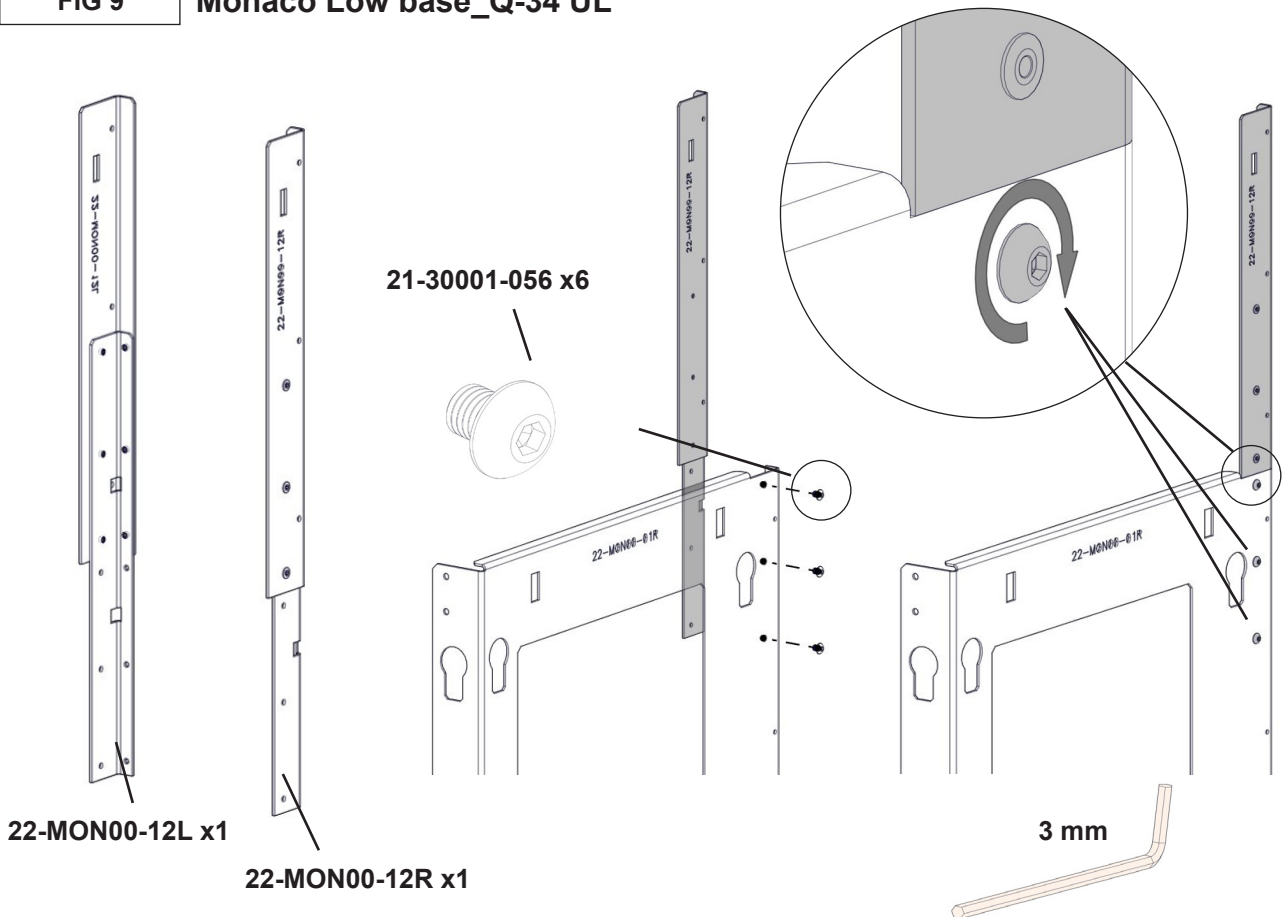

FIG 9b
NB! A. Avstand mellom sideplater kan justeres med å løsne og feste skruer vist i FIG 11-12. B. Platene kan finjusteres vertikalt med å løsne og feste skruer se FIG. 9b og 10 skru B på FIG 12 og ved å endre høyde på stål rammens føtter – Fig 9b.
B. Vertical position of plates can be changed by loosening and tightening screws shown on FIG 9b-10, screw B on FIG 12 and by changing height of skeleton feet - FIG 9b.
Obs! A. Avståndet mellan sidoplattorna kan finjusteras genom lossning och åtdragning av skruvarna, se fig. 11 till 12. B. Plattornas vertikalläge kan finjusteras genom lossning och åtdragning av skruvarna, se fig. 9b och 10, skruv B i fig. 12 samt genom höjdjustering av stommens fötter, se fig. 9b.
Achtung! A. Um die Abstände zwischen den Seitenplatten anzupassen, können die Schrauben auf Abb. 11-12 gelockert oder angezogen werden. B. Um die vertikale Plattenposition zu ändern, können die Schrauben auf Abb. 9b-10 und Schraube B auf Abb. 12 gelockert oder angezogen werden. Außerdem kann die Höhe der Rahmenfüße angepasst werden (Abb. 9b).
Attention! A. La distance entre les plaques latérales peut être réglée en desserrant et en serrant les vis indiquées sur les Fig. 11 à 12. B. La position verticale des plaques peut être modifiée en desserrant et en serrant les vis indiquées sur les Fig. 9b-10, la vis B sur la Fig. 12 et en changeant la hauteur des pieds de l'ossature - Fig. 9b.